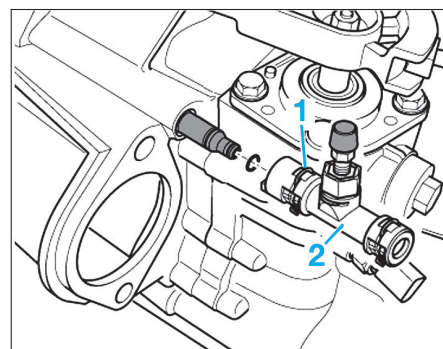

Fig. 14
- Tirer l'agrafe (1) pour débrancher la canalisation du cylindre récepteur (2) (Fig.14).